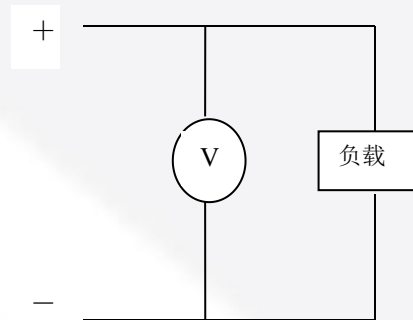

图1-5 电压表测电压
- ④ 电压的参考方向可以用箭头标注, 也可以用双下标表示 (例如电压 $U_{AB}$ ), 或者用从 “+” 到 “-” 的极性标注。
- ⑤ 在电路中, 通常取电压的参考方向与电流的参考方向一致(电流从 “+” 流入, 从 “-” 流出), 称为关联参考方向。
- ⑥ 电压的大小可用电压表或万用表的电压挡进行测量。测量时, 应将电压表并联在被测电路的两端, 表的 “+” 端接高电位点, “-” 端接低电位点, 如图1.5 所示。电路中某点的电位高低, 也用电压表测量, 即将电压表的 “-” 端接参考点, “+” 端接被测点, 其读数就是该点的电位。若电压表反偏, 表示被测点的电位为负值, 调换电压表 “+” “-” 端即可。